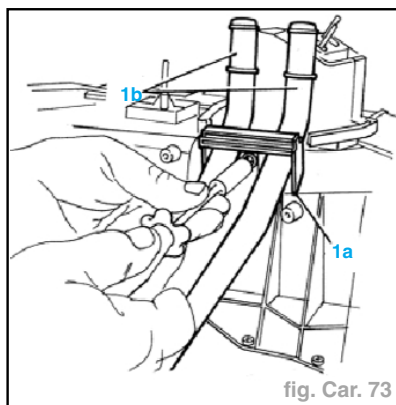

fig. Car. 73
- Dévisser la vis et enlever l'étrier (1a) de retenue de la canalisation (1b) du groupe évaporateur (fig. Car. 73).